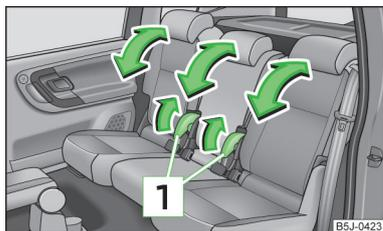

Fig. 38
➤ Tirar de la palanca **1** » fig. 38 y ajustar la inclinación deseada del respaldo.
- Tirar de la palanca **1** » fig. 38 de la página 60 y abatir completamente el respaldo hacia delante.